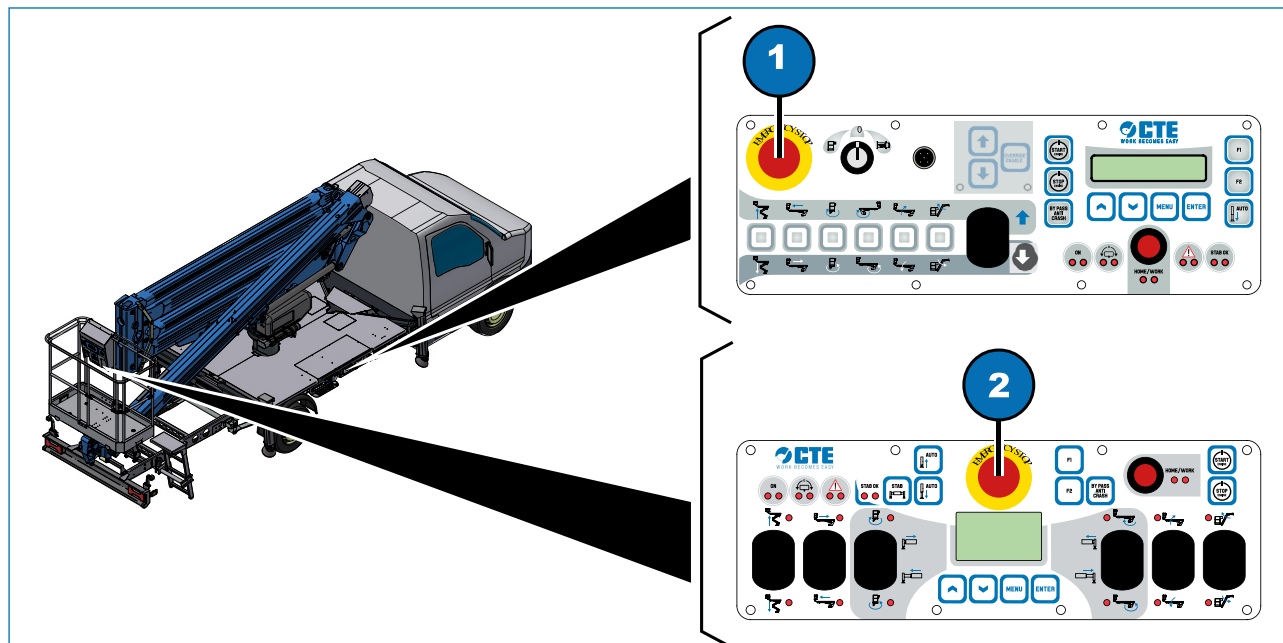
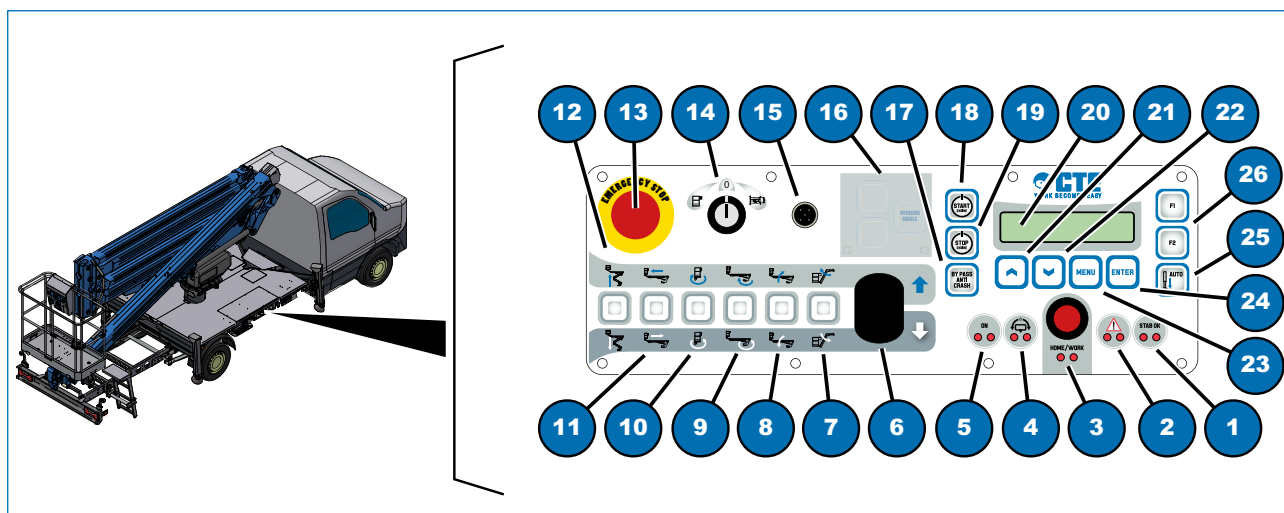

Fig. 7.1
Fig. 7.6
In caso di arresto della piattaforma di lavoro tramite pulsante di emergenza (Fig. 7.1, 2) o blocco limitatore di carico, è possibile by-passare la condizione di emergenza o blocco, procedere come segue:
- 1) Premere e mantenere premuto il pulsante "override enable" (Fig. 7.6, 16);
- 2) Premere e mantenere premuto il pulsante "freccia su"/"freccia giù" (Fig. 7.6, 16);
- 3) Premere il pulsante (Fig. 7.6, 18) per accendere il motore del camion bypassando il pulsante di emergenza in piattaforma di lavoro (Fig. 7.1, 2);
- 2) Premere e mantenere premuto il pulsante "freccia su"/"freccia giù" (Fig. 7.6, 16), scegliendo così la direzione del movimento da effettuare;
- 3) Premere il pulsante (Fig. 7.6, 7, 8, 9, 10, 11 o 12) della manovra desiderata per effettuare la movimentazione a velocità ridotta